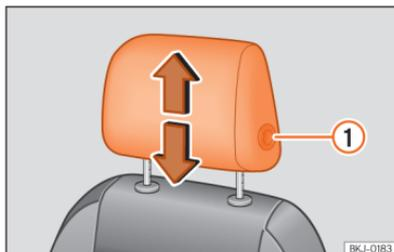
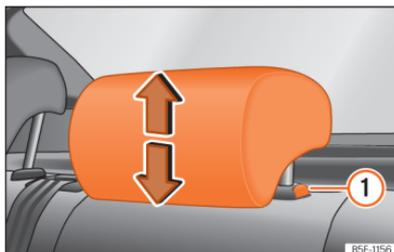

Fig. 65 Banco dianteiro: regulação do encosto de cabeça.
Fig. 66 Encosto de cabeça traseiro: ajuste do encosto de cabeça.
- Agarre o encosto de cabeça com ambas as mãos pelos lados e empurre para cima até o encaixar na posição desejada. Para baixá-lo, proceda da mesma forma, pressionando o botão lateral ① »» Fig. 65 , »» Fig. 66.